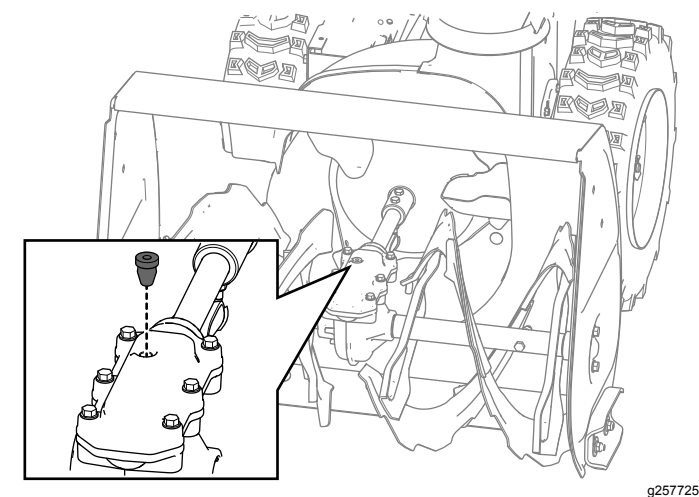

Figura 38
2. Pulite l'area attorno al tappo del tubo e rimuovete il tappo del tubo dalla scatola ingranaggi (Figura 38).